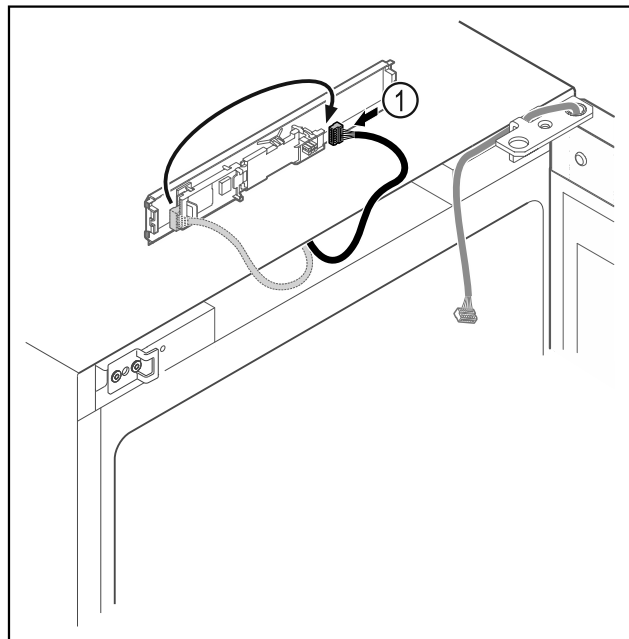

Fig. 18
- ▶ Wtyczkę Fig. 18 (1) należy ponownie podłączyć do płytki drukowanej.